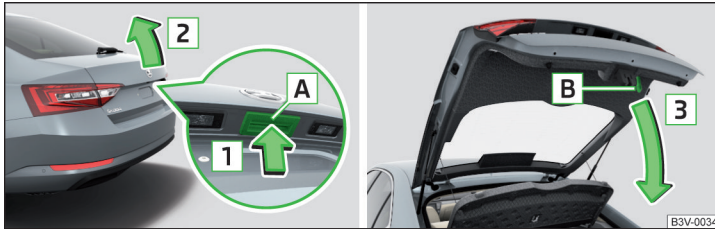

Abb. 40 Gepäckraumklappe öffnen/schließen
- Zum **Öffnen** die Taste **A** in Pfeilrichtung **1** drücken » Abb. 40.
Die Taste **A** » Abb. 40 wird beim Anfahren bzw. ab einer Geschwindigkeit von mehr als 5 km/h deaktiviert. Nach dem Anhalten und Öffnen einer Tür wird die Taste wieder aktiviert.
- Die Taste **A** » Abb. 40 auf Seite 61 wird beim Anfahren bzw. ab einer Geschwindigkeit von mehr als 5 km/h deaktiviert. Nach dem Anhalten und Öffnen einer Tür wird die Taste wieder aktiviert.